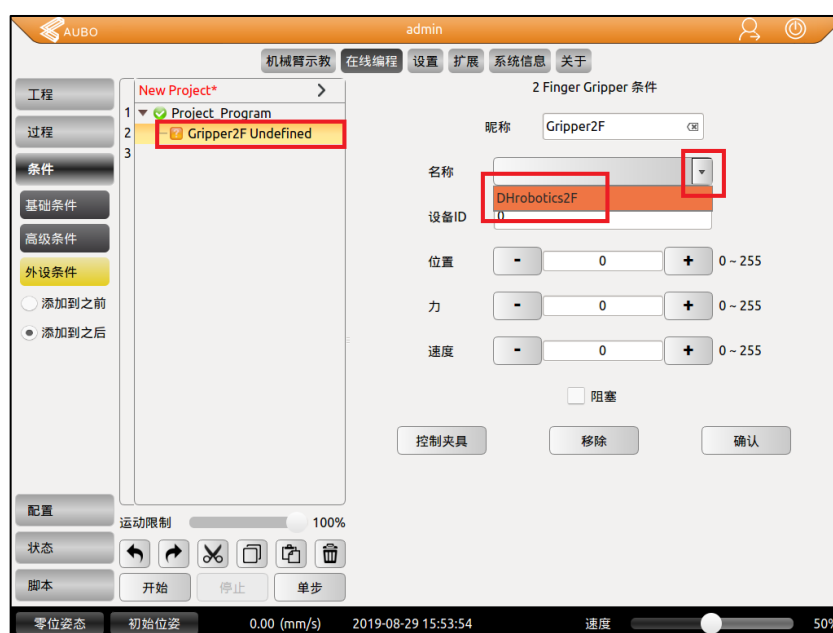

图 5.8 PGC50 工程应用
6. 应用上，进入工程编程编辑页面，选择条件中的外设条件，添加 2 Finger Gripper 。选择夹爪型号 DHrobotics2F。如图 5.8 所示。